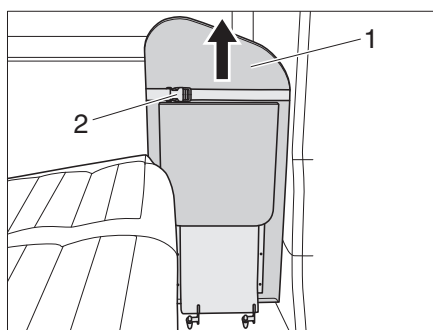

Figura 33 Desplegar el tablero de la mesa
Desplegar el tablero de la mesa: ■ Abrir el cierre de la correa de tensión (Figura 33,2).
■ Empujar el tablero de la mesa (Figura 33,1) hasta el tope y luego girar hacia abajo hasta que el soporte encaje en su lugar.
■ Cerrar el cierre de la correa de tensión (Figura 33,2).